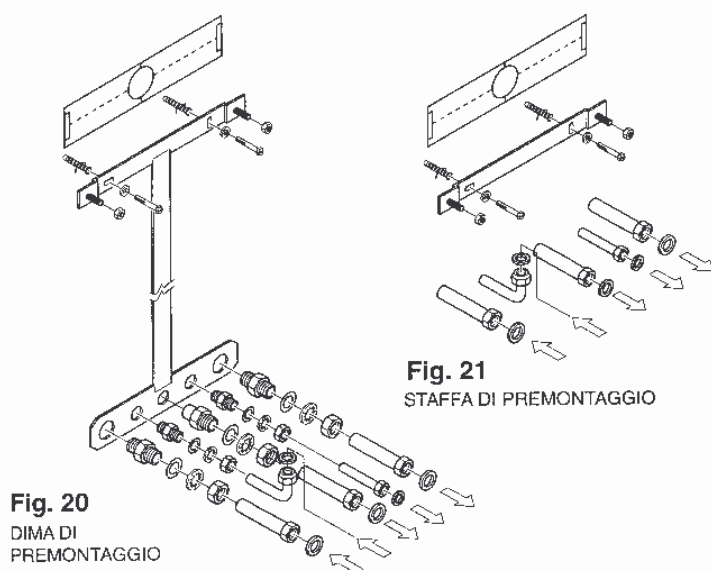

Fig. 20
- I sistemi di premontaggio, **forniti a parte**, saranno utilizzati per determinare la posizione esatta della caldaia e della raccorderia (fig. 20 - 21 - 21/A - 22).
Disposizione attacchi dima di premontaggio (rif. fig. 20)